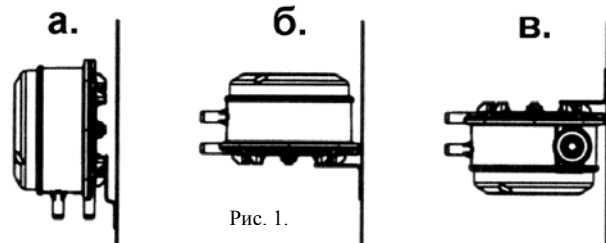

Рис. 1.
1. Реле рекомендуется устанавливать вертикально патрубками вниз, как показано на рис. 1, а. В горизонтальном положении (см. рис. 1, б и в) шкала настройки будет иметь дополнительную погрешность. Для точной установки точки срабатывания это необходимо учитывать. В одном положении (рис. 1, б) необходимо выставлять порог срабатывания на 11 Па меньше требуемого. В другом положении (рис. 1, в) необходимо выставлять порог срабатывания на 11 Па больше требуемого.